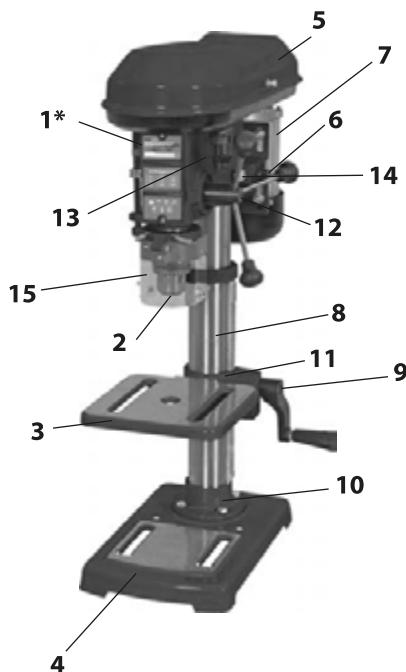
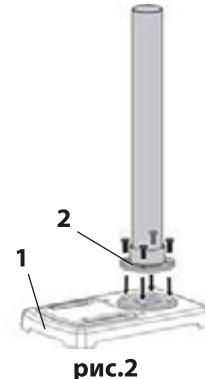
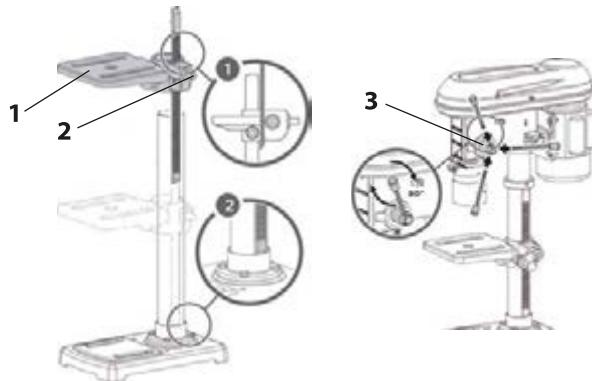

рис. 1
рис.2
рис.3
1.6 Общий вид и устройство станка схематично представлены на рис.1
1.7 На массивное чугунное основание станка (рис.1 поз.4) крепится металлическая колонна (рис.1 поз.8) с фланцем (рис.1 поз.10). На колонне хомутом (рис.1 поз.11) крепится рабочий стол (рис.1 поз.3). Стол, при помощи хомута, имеет возможность перемещаться вдоль колонны по вертикали и крепиться под углом (до 45° вправо или влево) к горизонтальной плоскости.
К верхней части колонны фиксируется двумя винтами (на левой стенке) суппорт станка (рис.1 поз.13), на котором расположены органы управления (выключатель и ворот зубчатый вертикального перемещения шпинделя) и регулировки (платформа двигателя с механизмом натяжения ремня и ворот зубчатый с кольцом установки глубины сверления).
Подача патрона со сверлом к заготовке осуществляется поворотом ворота зубчатого (рис.1 поз.12) рукоятками с набалдашниками. В исходное положение шпиндель с патроном перемещаются за счёт возвратной пружины.
- установить основание станка (рис.2 поз.1) на ровную горизонтальную поверхность (верстак, рабочий стол);
- совместить четыре отверстия фланца колонны (рис.2 поз.2) с соответствующими отверстиями основания и скрепить четырьмя болтами.
Рабочий стол поставляется в сборе с хомутом (рис.3 поз.1) и болтом затяжным (рис.3 поз.2), фиксирующим рабочий стол на колонне. Надвинуть хомут со столом на колонну и зафиксировать затяжным болтом на нужной высоте. При необходимости сверления высоких заготовок, рабочий стол можно развернуть (ослабив затяжной болт) и использовать основание (рис.2 поз.1) в качестве рабочего стола.
На верхнюю часть колонны установить суппорт (рис.1 поз.13) и зафиксировать двумя винтами. В головку ворота зубчатого (рис.1 поз.12) ввернуть три рукоятки с набалдашниками (рис.3 поз.3).
- открыть крышку кожуха ремней (рис.1 поз.5), открутив винт;
- ослабить винты-фиксаторы (рис.1 поз.6) с обеих сторон суппорта;
- вручную сдвинуть двигатель (рис.1 поз.7) с платформой и шкивом ведущим влево, по осям натяжителя (рис.1 поз.14) для ослабления ремней;